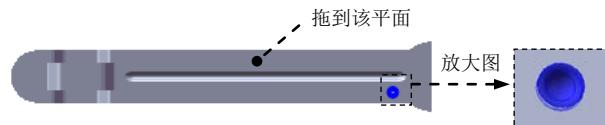

图 15.3.35 成形特征 4
Step7. 创建图 15.3.35 所示的成形特征 4。
- (1) 单击任务窗格中的“设计库”按钮 ，打开“设计库”对话框。
- (2) 单击“设计库”对话框中的 节点，在设计库下部的列表框中选择“barrette_shaped_tool_01”文件并拖动到图 15.3.35 所示的平面，在弹出的“成形工具特征”对话框中单击 按钮。